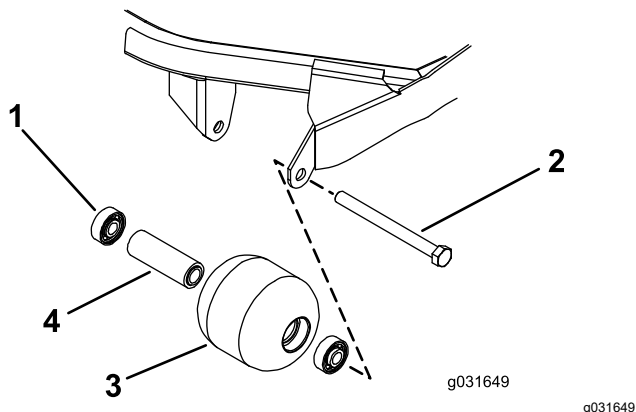

Figure 71
1. Retirez le boulon de fixation du galet (Figure 71).
4. Vérifiez l'état du logement de roulements, des roulements et de l'entretoise de roulements (Figure 71)
1. En exerçant une pression uniquement sur la bague extérieure ou uniformément sur les bagues intérieure et extérieure, poussez le premier roulement dans le logement du galet (Figure 71).
2. Insérez l'entretoise (Figure 71).
bagues intérieure et extérieure, poussez le second roulement dans le logement du galet jusqu'à ce qu'il rencontre l'entretoise (Figure 71).